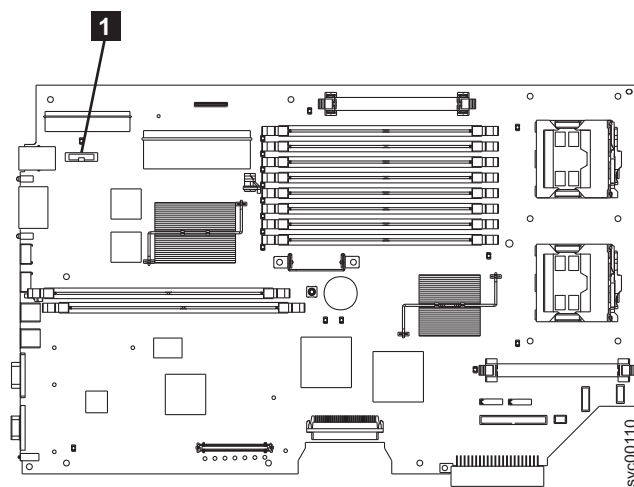

図 146. SAN ボリューム・コントローラー 2145-8F2 または SAN ボリューム・コントローラー 2145-8F4 上の CMOS バッテリーの位置
1. 新しいバッテリーをバッテリー・ソケットに挿入します。図 146 は、バッテリー・ソケットの位置 (**1**) を示しています。